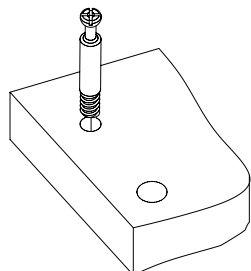

Рис.3
3. Вкрутите шпильки минификс в детали 1, 2, 3, 11 (Рис. 3).